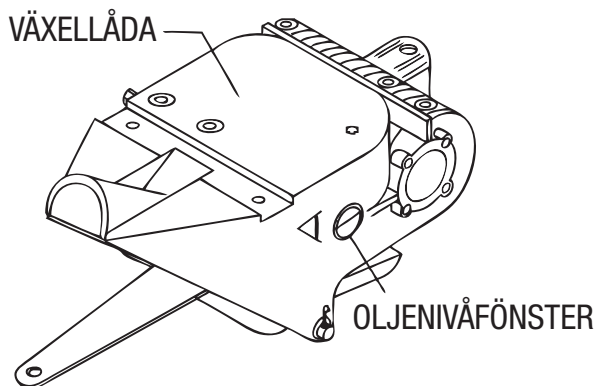

Bild 7. Växellåda
1. Kontrollera om oljenivån i **växellådan** är låg genom att ta bort oljepluggen på sidan av växellådan. Denna plugg är märkt med dekalen "**check**". Se bild 7. Den korrekta nivån för smörjolja ska vara till botten av påfyllningspluggen.